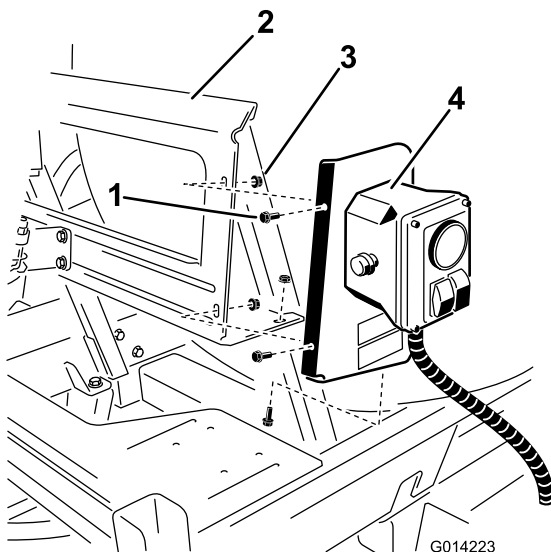

Figure 8
2. Fixez l'ensemble au support avec 3 boulons (1/4 x 5/8 po) et 3 contre-écrous (1/4 po), comme montré à la Figure 8.